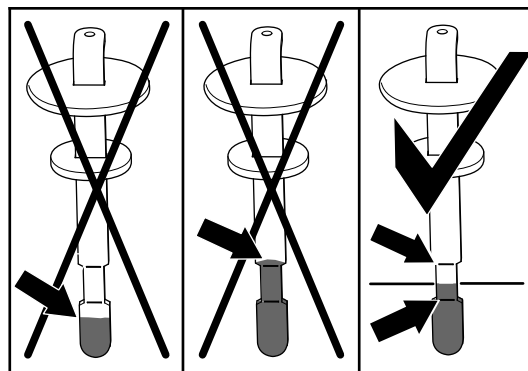

図 112
6. ディップスティックを抜いて油量を点検する 図 112。